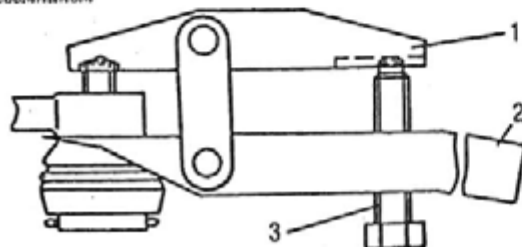

Рис. 290. Выпрессовка пальца шарового шарнира из поворотных рычагов и бобышек тяги сошки съемником 7823-6899:
- отсоединить шарниры от поворотных рычагов, используя съемник 7823-6899 (рис. 290).